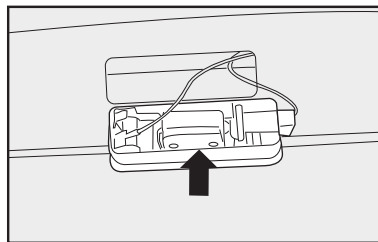

fig. 26
2) retire o refletor, atuando com uma chave de fenda no ponto indicado pela seta **fig. 26**.